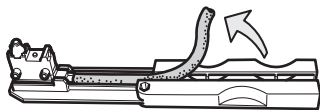

Fig. 9
- ▶ Dégager le câble en partant de l'extrémité de l'aide de montage (Fig. 9).